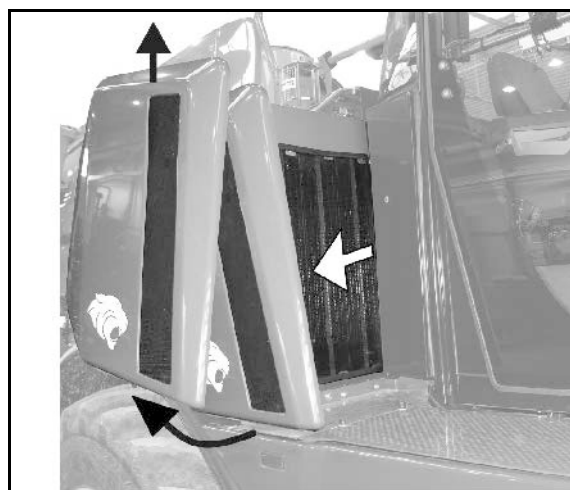

Fig. 168
1. Desfaceți piulița fluture a capotei filtrului (Fig. 168/1).
2. Detașați capota filtrului și trageți în afară elementul exterior de filtrare (Fig. 168/2).
6. anual, înlocuiți cu unul nou elementul interior de filtrare (Fig. 168/3) (nu curățați niciodată).
- o Desfaceți piulița hexagonală (Fig. 168/4) și extrageți elementul interior de filtrare.